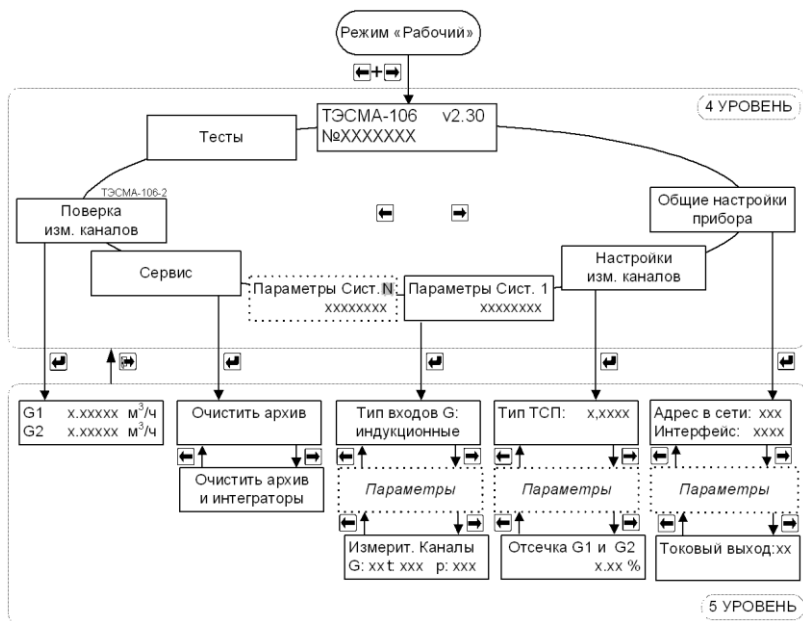

Рис. 7.3 Режим «Настройки» для ТЭСМА-106. Пункт меню «Поверка изм. каналов» доступен только для модификации ТЭСМА-106-2
5.4.1 Для входа в режим работы теплосчетчика «Настройки» необходимо, находясь в любом меню режима «Рабочий», **одновременно нажать кнопки «влево» и «вправо»**. Порядок перехода между окнами в режиме «Настройки» изображён на рис. 7.3.